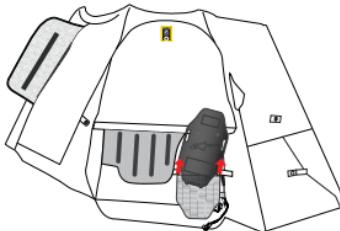

Figura 13
3. Rimuovere l'alloggiamento del gonfiatore (4) dalla tasca aprendo i due ganci di fissaggio (Figura 13).
**AVVERTENZA!** La rimozione dell'alloggiamento del gonfiatore (4) non richiede l'apertura dello stesso. Non aprire l'alloggiamento del gonfiatore (4). Solo i rivenditori autorizzati Alpinestars possono aprire l'alloggiamento del gonfiatore (4) a scopo di manutenzione.